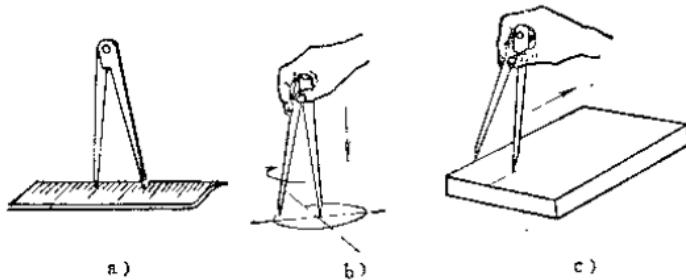

图2-4 划规的使用
③ 划规：用中、高碳钢制成，双脚尖端淬火硬化，主要用于划圆、圆弧、等分角度、等分线段、量取尺寸等。使用时划规要基本垂直于划线平面，可略有倾斜，但倾斜越大，划圆误差也越大（图 2-4）。